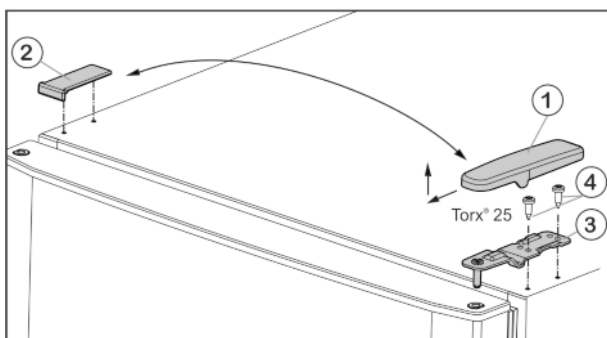

Fig. 5
- ▶ Izvelciet pārsegu Fig. 5 (1) virzienā uz priekšu un uz augšu.
- ▶ Noceliet pārsegu Fig. 5 (2).
- ▶ Augšējo gultņa balstu Fig. 5 (3) noskrūvējiet (2 reizes Torx® 25) Fig. 5 (4) un noņemiet virzienā uz augšu.
- ▶ Augšējo gultņa balstu *Fig. 5 (3)* ielieciet durvīs jaunajā eņģu pusē.
- ▶ Pieskrūvējiet augšējo gultņa balstu **stingri (ar 4 Nm)** (2 reizes Torx® 25) *Fig. 5 (4)*. Iespējams izmantojiet akumulatora skrūvgriezi.
- ▶ Pretējā pusē uzlieciet pārsegu *Fig. 5 (1)* no ārpusē un nofiksējiet.
- ▶ Attiecīgi pretējā pusē uzlieciet pārsegu *Fig. 5 (2)* no augšas un nofiksējiet.